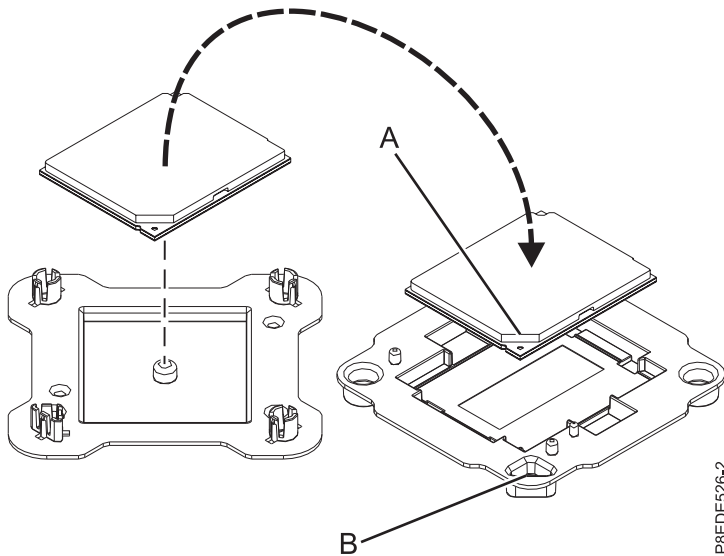

Figure 178. Positionnement du module processeur système dans l'emballage
13. Saisissez avec soin le module processeur système que vous avez remplacé par les côtés et ôtez-le du couvercle de l'emballage. Alignez l'angle biseauté du module (A) avec l'angle de l'emballage comportant un trou en forme de triangle (B) et placez-le dans l'emballage, comme illustré dans la figure 178. Fermez le couvercle de l'emballage.